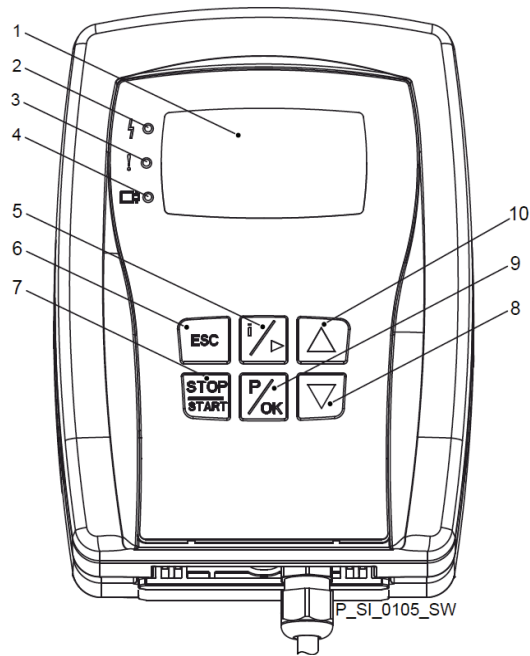

Рис. 5. Элементы управления HMI
- 8 Светодиоды (как рис. 5) и индикатор состояния шины CAN (внешнее управление)